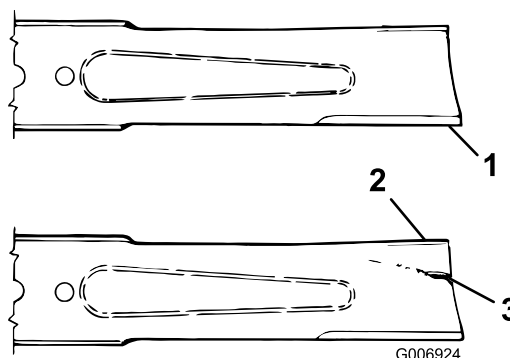

Figure 32
1. Examinez le tranchant des lames (Figure 32). Si elles ne sont pas tranchantes ou si elles présentent des indentations, déposez et affûtez la lame (voir Aiguisage de la lame).
2. Inspectez la lame, surtout la partie incurvée (Figure 32). Remplacez immédiatement toute lame endommagée, usée ou qui présente une entaille.